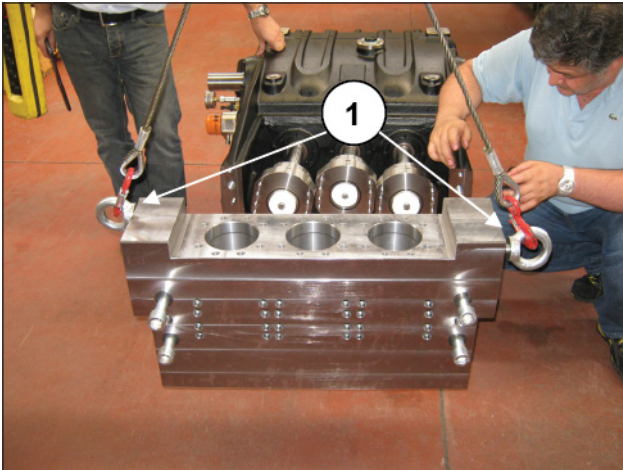
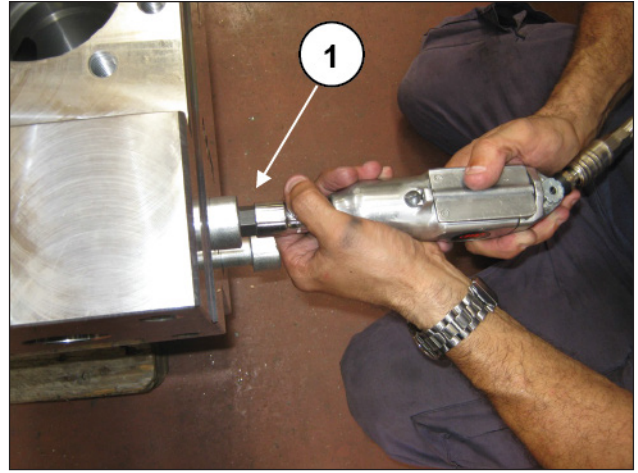

Fig. 167
Fig. 168
Monte dois olhais M24 nos furos de fixação da flange de distribuição (pos. ①, Fig. 167) e sucessivamente solte os quatro parafusos M24 que fixam o cabeçote no cárter dianteiro (pos. ①, Fig. 168).